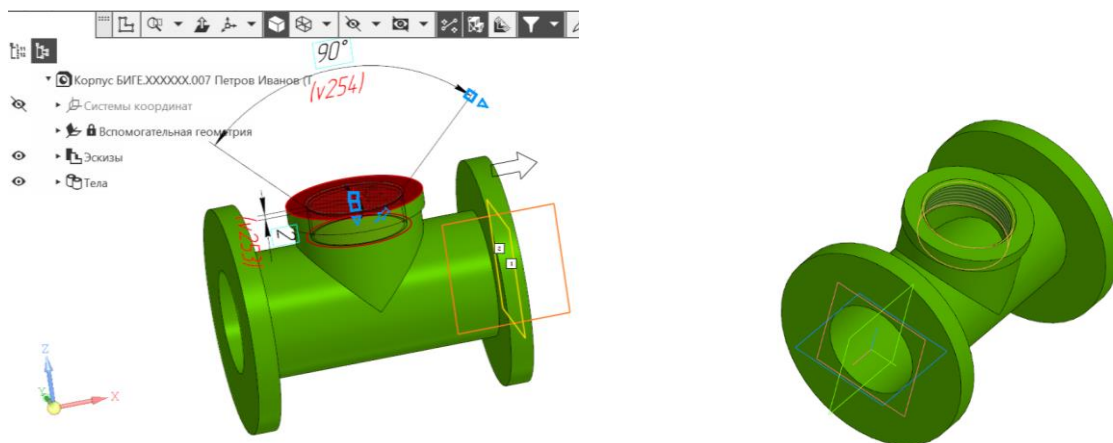

Рис. 13 Команда «Отверстия с зенковкой»
- Твёрдотельное моделирование – Элементы тела – Отверстие с зенковкой. . Параметры команды Отверстие с зенковкой: поверхность – Грань. Элемент вращения 2; точка привязки – начало координат; Отверстие резьбовое – резьба Метрическая, диаметр 42, шаг 2 мм, ГОСТ 24705-2004 правая; длина нарезания резьбы – на всю глубину; глубина отверстия – до объекта (Грань. Элемент ввыдавливания 4); зенковка – Исполнение – по глубине (2 мм) и углу (90°) (рис. 13, 14).